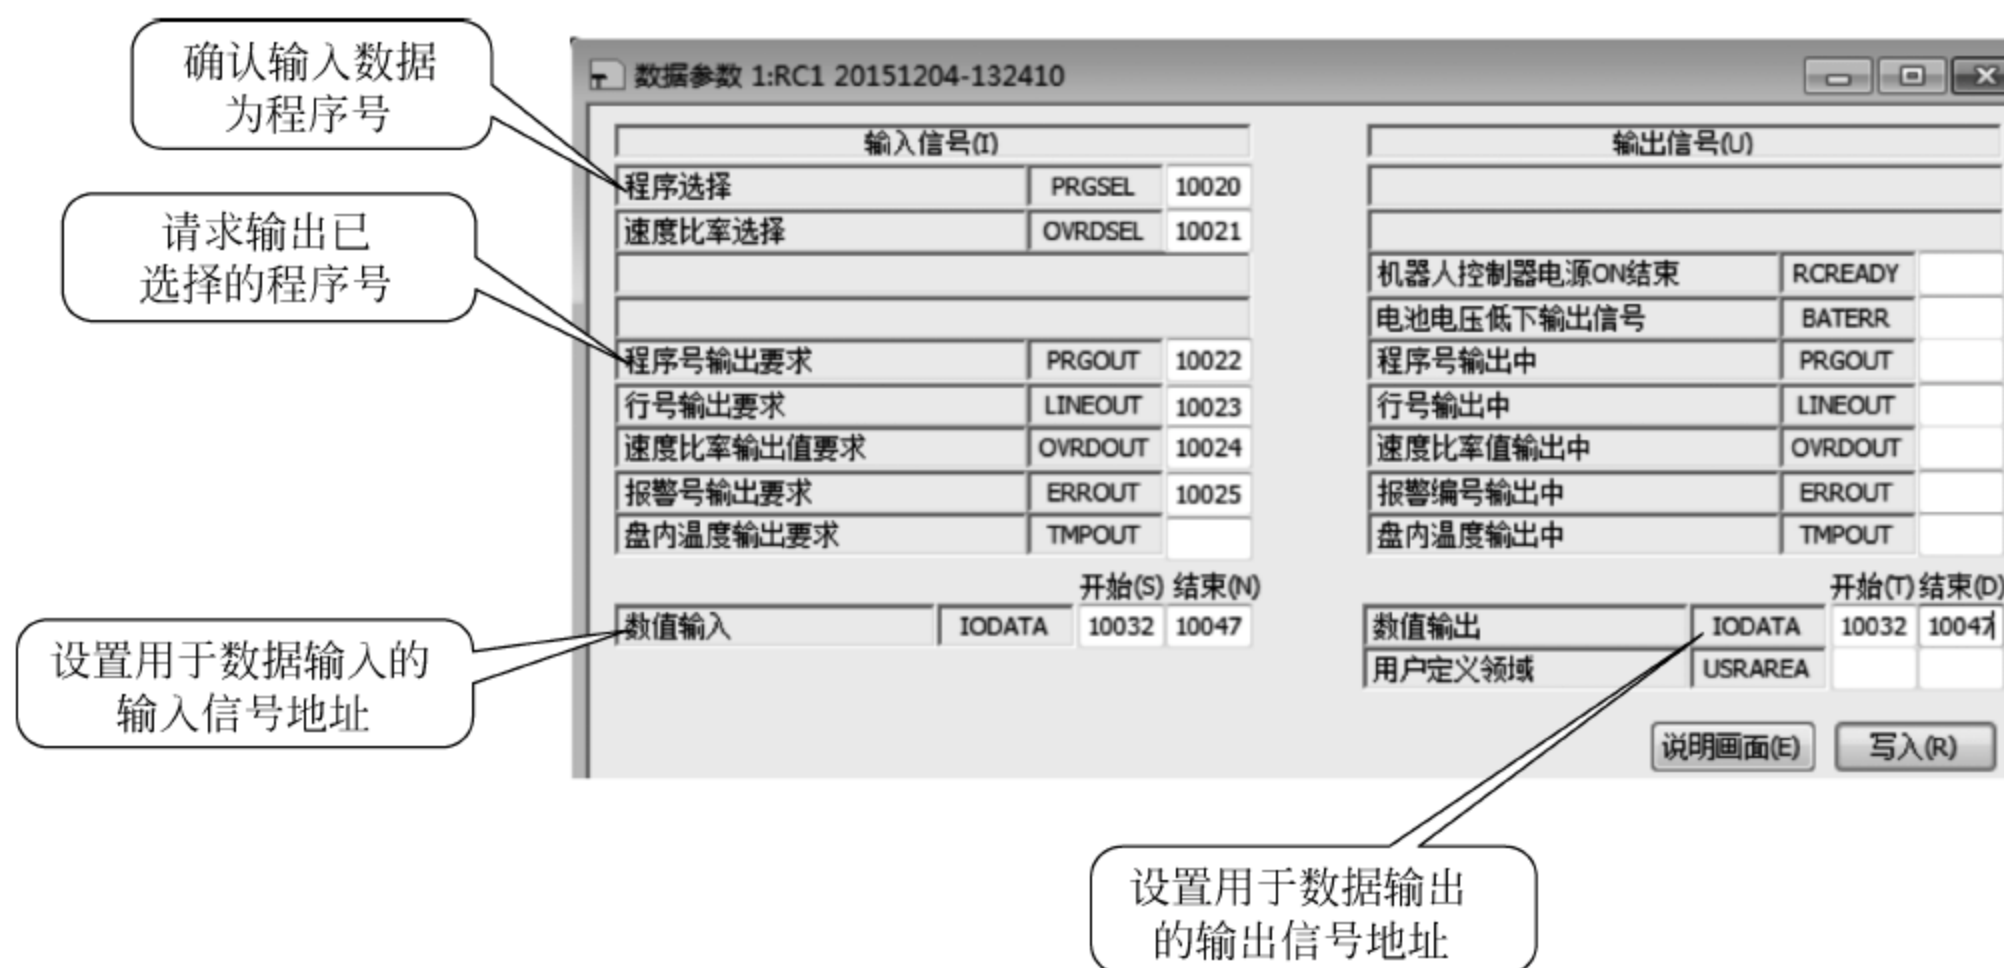

图 24-14 机器人软件一侧的设置
(2) 在机器人参数中，IODATA 参数用于设置“数据输入”的一组“输入信号的起始”地址。将与 GOT 器件 U3E0-10002 对应的输入地址 10032~10047 设置到参数 IODATA 中，如图 24-14 所示。